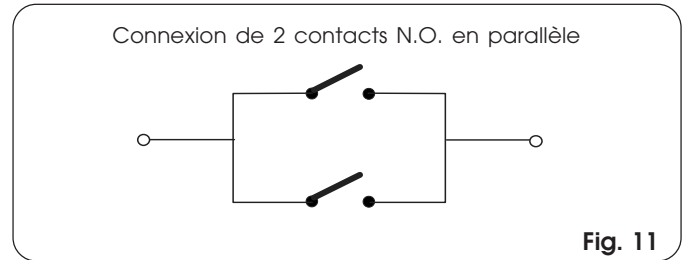

Fig. 11
**N.B.:** si deux ou plusieurs dispositifs avec un contact N.O. ont la même fonction, les connecter en parallèle entre eux (Fig. 11).